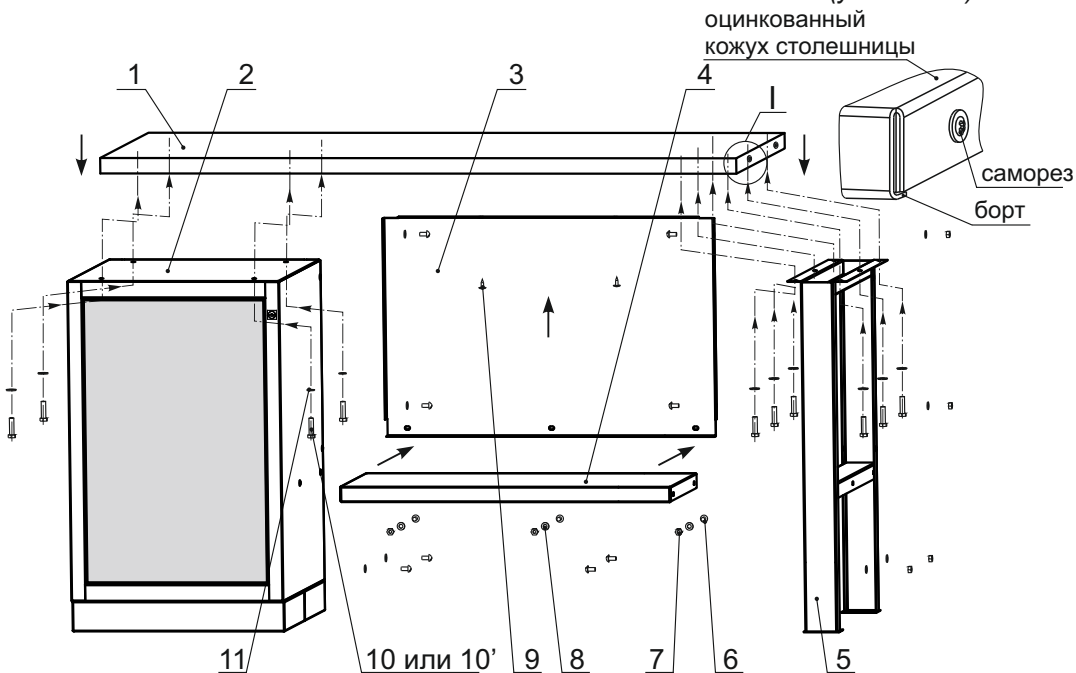

Рис. 1. Схема сборки верстака
- 3.2. Проверьте комплектность поставки (номера позиций на рис. 1 соответствуют позициям в списке комплектующих).
- 3.4. Определите положение тумбы (левое или правое). При установке тумбы справа, у оцинкованной столешницы необходимо: снять кожух, отвернув с боковых сторон 4 самореза, и развернуть его на 180° так, чтобы загнутый внутрь борт находился с фронтальной стороны верстака (см. фрагмент I, рис. 1).